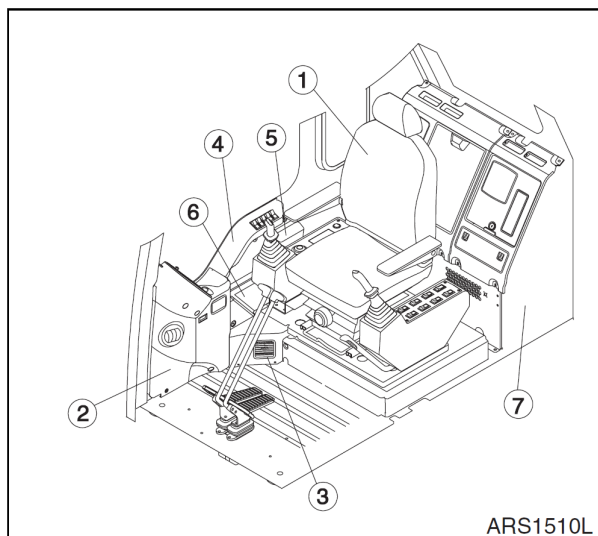

Рис. 2
13. Снять сиденье оператора (1, рис. 2).
14. Снять заглушки каналов (2, 3 и 4, рис. 2). При снятии заглушки (2) отсоединить разъемы счетчика моточасов и прикуривателя. Перед снятием заглушки (4) отсоединить главный разъем электропроводки.
15. Перед снятием боковой панели (6, рис. 2) снять карман (5, рис. 2).
23. Отсоединить провод заземления кабины (7, рис. 2).